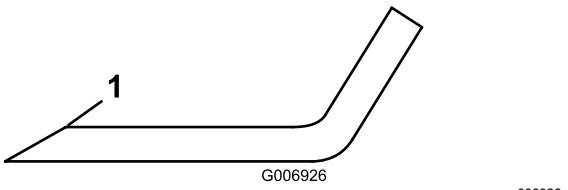

Figure 98
5. Examinez les tranchants de toutes les lames. aiguisez-les s'ils sont émoussés ou ébréchés. N'aiguisez que le haut du tranchant et conservez l'angle de coupe d'origine pour obtenir une coupe nette (Figure 98).
6. Si elles sont émoussées ou ébréchées, n'affûtez que le haut du tranchant et conservez l'angle de coupe d'origine (Figure 98).